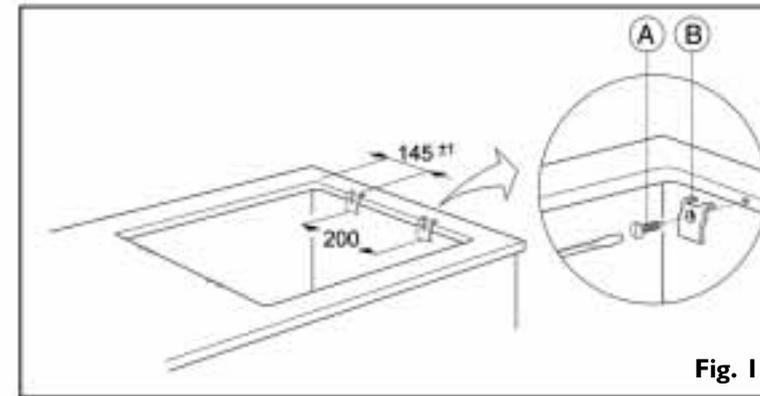

Fig. 1
1. Fixez les pinces (B) (fig. 1) à l'aide des vis prévues à cet effet et fournies (A) (fig. 1) comme représenté en figure, en respectant les distances indiquées.